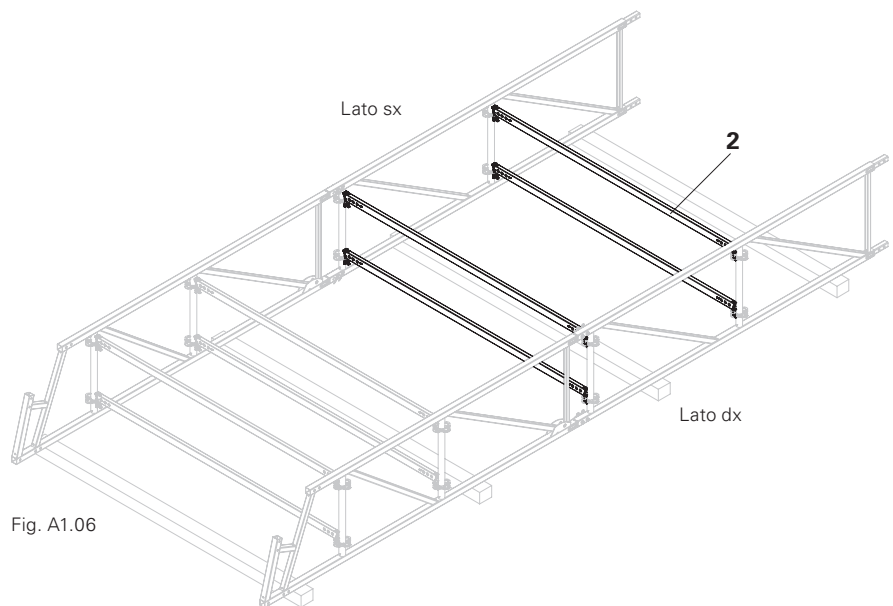

Fig. A1.06
- (Fig. A1.06 – senza sistema di tensionamento)